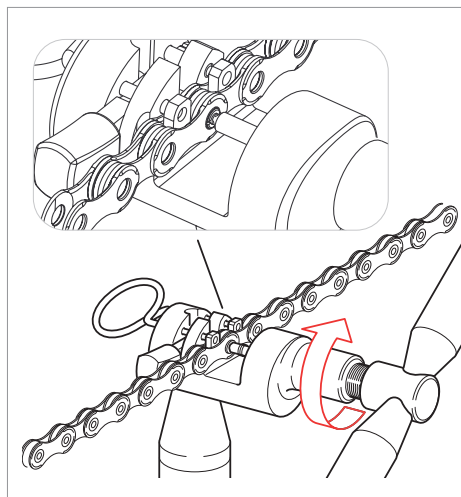

Fig.19
- Avvitare l'utensile portando lo spintore a contatto con l'estremità sporgente della bussola ULTRA-LINK 5-CN-SR700 eseguendo circa 3/4 di giro imprimete una forza moderata sulla stessa fino a deformarla (Fig. 19).